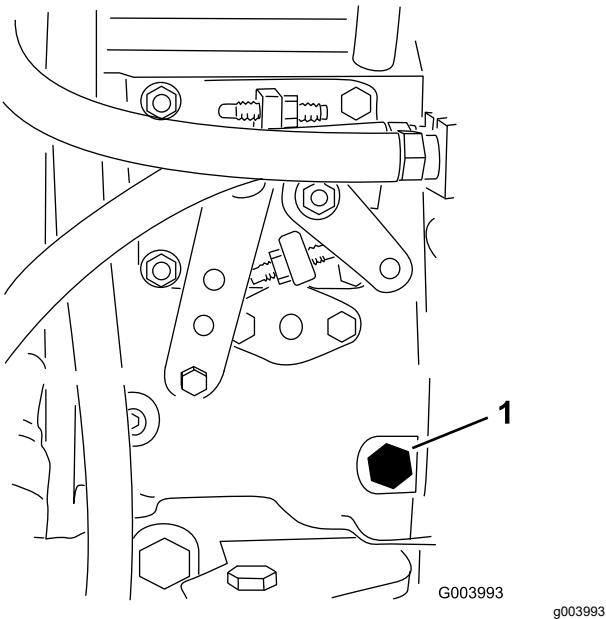

Figure 23
- Desserrez la vis de purge sur la pompe d'injection (Figure 23) à l'aide d'une clé de 12 mm.